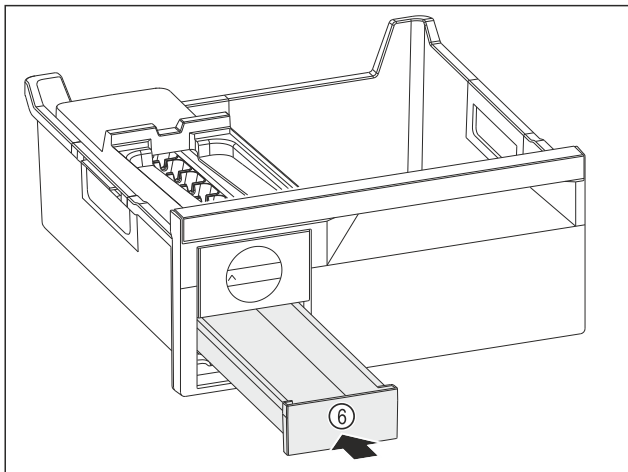

Fig. 111
- ▶ Встановіть форму для льоду Fig. 111 (6).